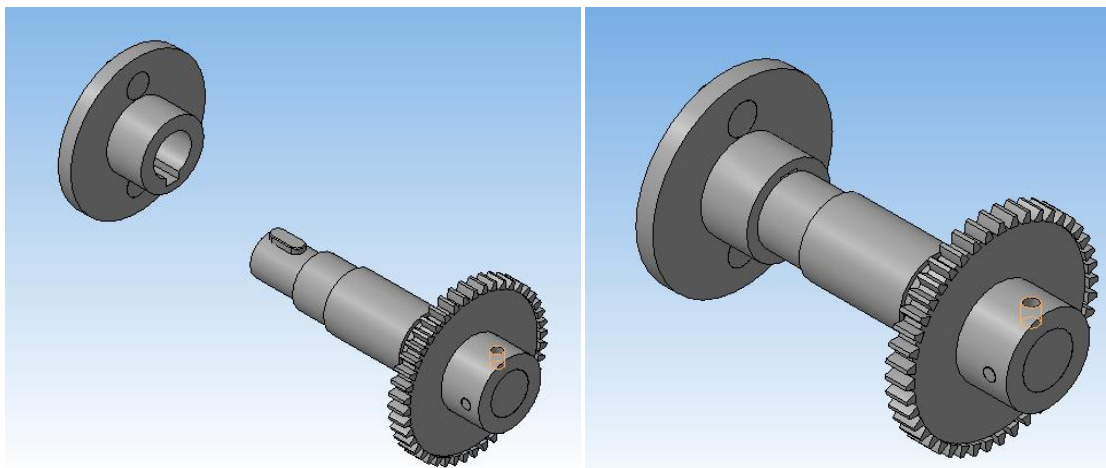

Рисунок 126.
8. Добавьте из файла модель сборочной единицы «Сборка поводка». Установите сопряжения «Соосность» посадочной поверхности вала и внутренней цилиндрической поверхности поводка (рисунок 126).
11. В результате поводок займет свое место (рисунок 126).